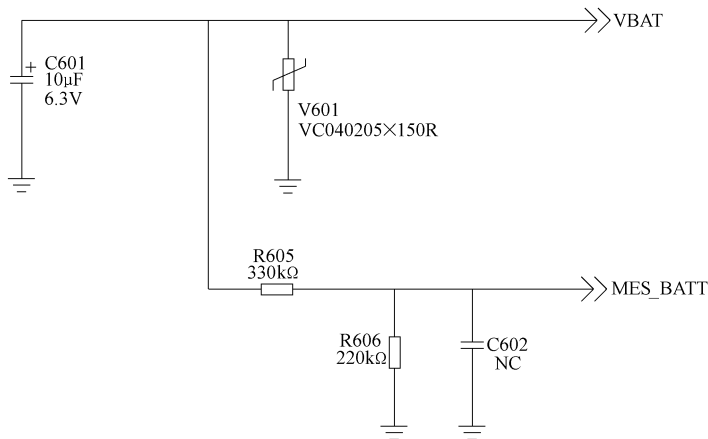

图 5-103 电容 C602 相关电路截图
- 2) 电容 C602 相关电路截图如图 5-103 所示。